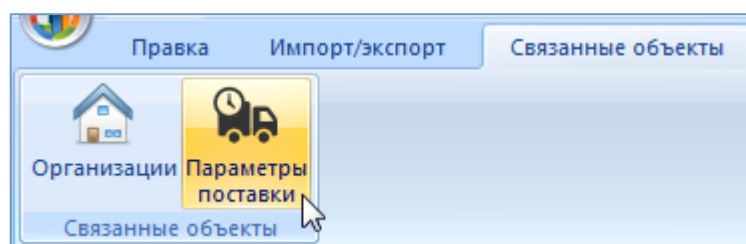

Рис. 9-69 – Вкладка «Связанные объекты»
- 3) Нажать кнопку «Параметры поставки» панели «Связанные объекты» (рис. 9-69).